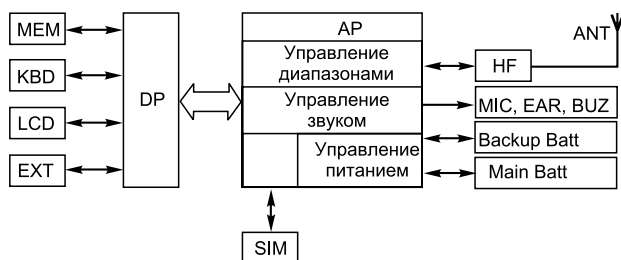

Рис. 1. Блок-схема сотового телефона (низкочастотная часть)
На рис. 1 представлена блок-схема сотового телефона. Он состоит из антенны (Ant), высокочастотного блока (HF), аналогового (AP) и цифрового (DP) процессоров, памяти (MEM), SIM-карты, клавиатуры (KBD), основной (Main Batt) и вспомогательной (Backup Batt) батарей, динамика (EAR), микрофона (MIC), вызывного устройства (BUZ), дисплея (LCD) и разъема для подключения внешних устройств (EXT).